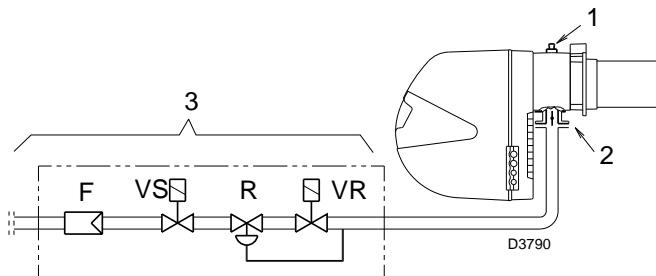

Fig. 21
Gasdruk gemeten aan stopcontact 1)(Fig. 21), met verbrandingskamer op 0 mbar.
Drukverlies gassmoorklep 2)(Fig. 21) met maximumopening: 90°.
Drukverlies van gasstraat 3)(Fig. 21) omvat:
- trek van de gasdruk aan het afnamepunt 1)(Fig. 21) de druk in de verbrandingskamer af.
Gasdruk op het afnamepunt 1)(Fig. 21) = 14,1 mbar
Om daarentegen de nodige gasdruk te kennen op het afnamepunt 1)(Fig. 21), wanneer het maximumvermogen waaraan de brander moet werken vastligt:
- Lees aan de rechterkant, kolom 1, de druk aan het afnamepunt 1)(Fig. 21).
druk nodig op het afnamepunt 1)(Fig. 21).